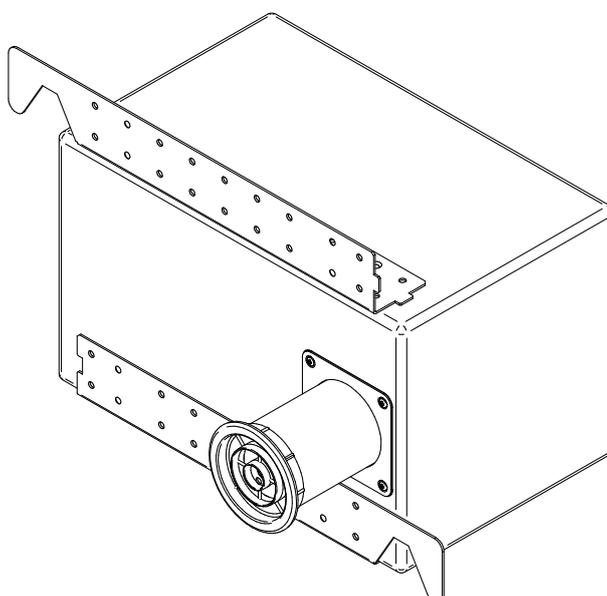

Figure 3 : schéma d'installation dans une cloison
3. Vissez la cornière métallique inférieure dans le mur, à la hauteur désirée. Rappelez-vous que la partie inférieure du TRAILS6T reposera sur cette cornière et que le tube de couplage doit passer par le trou. Voir la figure 3.
5. Vissez la cornière supérieure au TRAILS6T à l'aide des vis fournies (figure 3), puis vissez-la au mur, en laissant le caisson reposer sur la cornière inférieure.